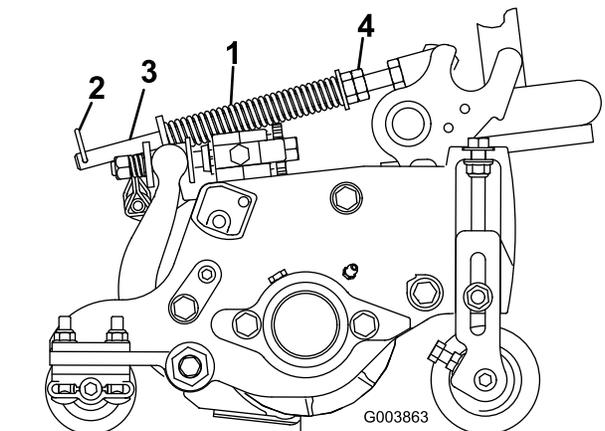

Figura 90
La molla di compensazione del manto erboso trasferisce inoltre il peso dal rullo anteriore a quello posteriore (Figura 90). per contribuire a ridurre l'ondulazione del manto erboso, detta anche fluttuazione o bobbing.
1. Verificate che la coppiglia sia montata nel foro posteriore dell'asta della molla (Figura 90).
2. Serrate i dadi a testa esagonale sulla parte anteriore dell'asta della molla fino a ridurre la lunghezza compressa della molla a 15,9 cm sugli apparati di taglio da 17,8 cm (Figura 90).